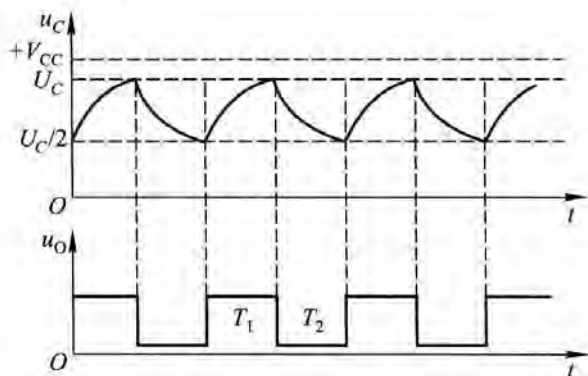

图 6.3.12 例 6.7 解图
(1) 当 555 电路 CU 端外接电压 U_C 时,内部比较器的参考电压随之而变,分别为 U_C 和 $U_C/2$,电路工作过程的翻转电压分别为 U_C 和 $U_C/2$,如图 6.3.12 所示。
当 V_{DD} 不变,而 U_C 降低时,由图 6.3.12 可直观看出,电容 C 充放电的历程缩短,因而 T_1 和 T_2 皆变短,所以振荡频率升高。